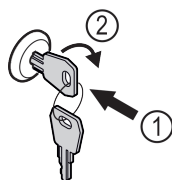

Fig. 132
- Zatlačte kľúč Fig. 132 (1).
- Otočte kľúč o 90° v smere hodinových ručičiek Fig. 132 (2).